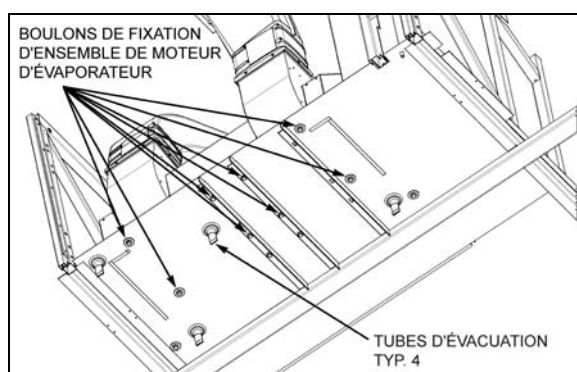

FIGURE 36: BOULONS DU MOTEUR DE L'ÉVAPORATEUR 22315
7. Depuis le dessous du véhicule, dévisser les huit boulons qui fixent la base du double ventilateur soufflant. Enlever la totalité du double ventilateur du compartiment de l'évaporateur (Figure 36).